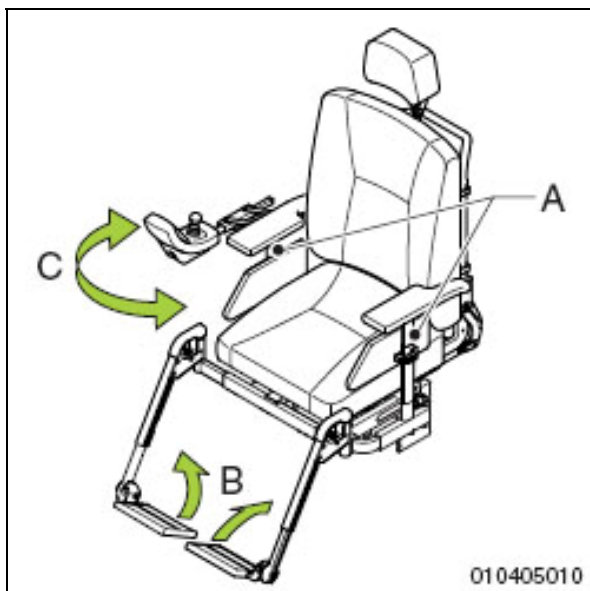

Bild 3.1
1. Vik upp fotstödet (B på bild 3.1 och 3.2).
1. Lossa skruven och ta loss armstödet (A på bild 3.1 och 3.2)
Beroende på vilken version av styrenhet du har och var förflyttningen utförs kan det vara nödvändigt att svänga undan styrenheten (C på bild 3.1 och 3.2).